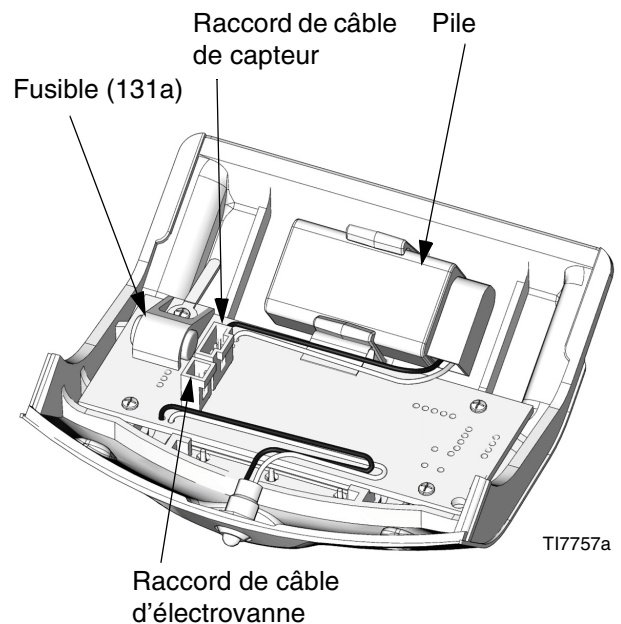

FIG. 5. Emplacement de la pile et du fusible du DataTrak
2. Débranchez les câbles de l'électrovanne d'emballage et du capteur de la carte du module. Consultez la FIG. 5.
3. Déplacez le module du DataTrak (131) vers une zone non dangereuse.